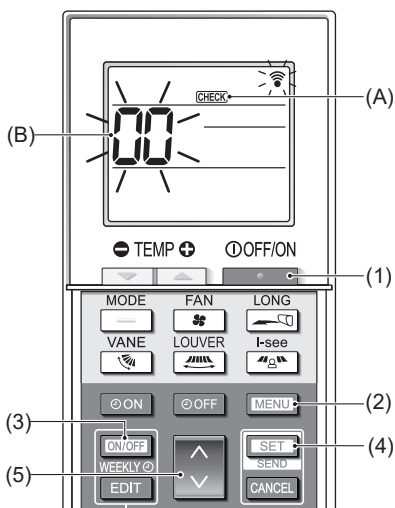

Fig. 7-6
■ Auto-vérification (Fig. 7-6)
- Appuyez sur le bouton **OFF/ON** (1) pour arrêter le climatiseur.
- Si la minuterie hebdomadaire est activée (**WEEKLY** est affiché), appuyez sur le bouton **ON/OFF WEEKLY** (3) pour la désactiver (**WEEKLY** disparaît).
- Appuyez sur le bouton **MENU** (2) pendant 5 secondes.
- CHECK** (A) s'allume et l'appareil entre en mode auto-vérification.
- Appuyez sur le bouton **MODE** (5) pour sélectionner l'adresse de réfrigérant (adresse M-NET) (B) de l'appareil intérieur pour lequel vous voulez effectuer l'auto-vérification.
- Appuyez sur le bouton **SET** (4).
- Appuyez sur le bouton **OFF/ON** (1).
- CHECK** (A) et l'adresse de réfrigérant (adresse M-NET) (B) s'éteignent et l'auto-vérification est terminée.